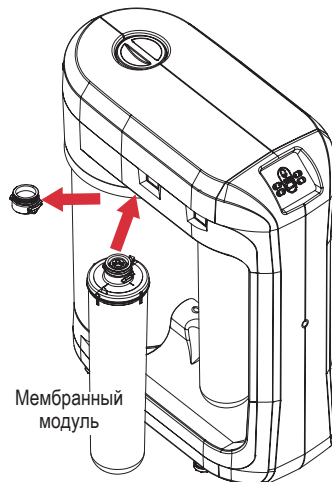

Рис. 14
- Удалите из гнезда блока обратноосмотической мембраны сервисную заглушку и установите на ее место мембранный модуль, как показано на рис. 14.